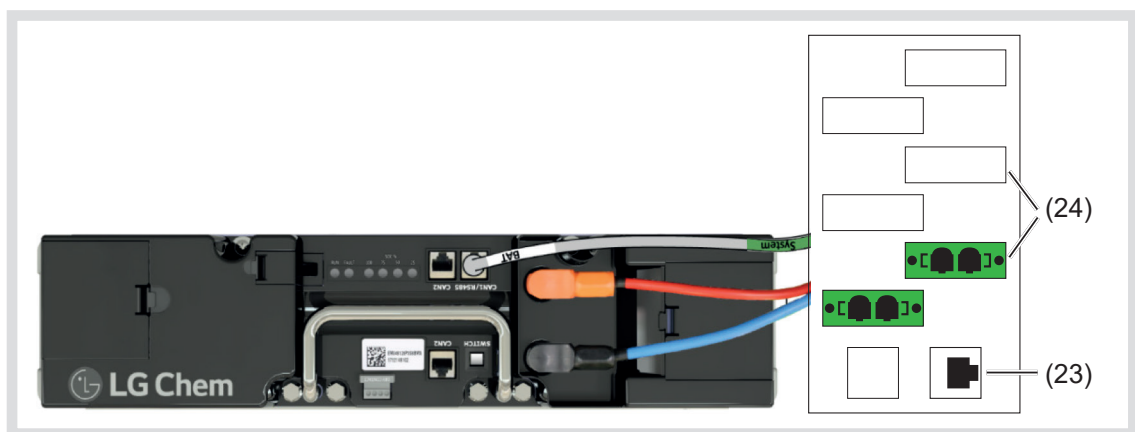

Bild 37: Batteriemodul-Anschluss mit einem Batteriemodul
- Vom Batterie-Leistungskabel (20) den orangenen Batteriestecker auf die + Buchse (10) und den schwarzen Batteriestecker auf die – Buchse (18) des Batteriemoduls stecken (Bild 37).
- Den grünen Stecker des Batterie-Leistungskabels in eine Batteriebuchse (24) des Batterie-Anschlussfeldes stecken (Bild 37) und durch anschrauben der Steckerschrauben sichern.
- Den grün gekennzeichneten RJ45-Stecker (a) des Kommunikationskabels (21) in die RJ45-Buchse (23) des Batterie-Anschlussfeldes stecken (Bild 37).
- Den weiß gekennzeichneten RJ48-Stecker (b) des Kommunikationskabels (21) in die RJ48-Buchse **CAN1/RS485** (11) des Batteriemoduls stecken (Bild 37).
- Vom Batterie-Leistungskabel (20) den orangenen Batteriestecker auf die + Buchse (10) und den schwarzen Batteriestecker auf die – Buchse (18) des jeweiligen Batteriemoduls stecken (Bild 37).